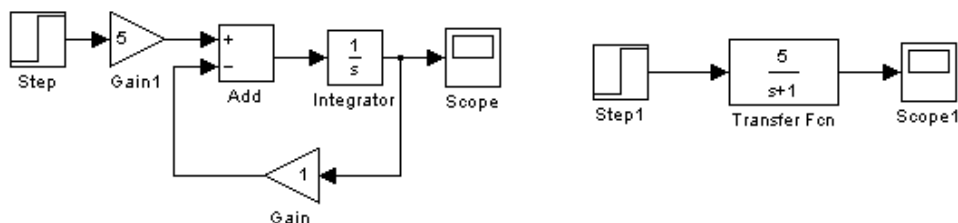

**Abbildung 5.1:** Sprungantwort
1. Der Plot in Abbildung 5.1 enthält die Systemantwort auf einen Einheitssprung bei  $t = 1$  s. Um welchen LZI-Systemtyp handelt es sich?
2. Wie kann der Verlauf aus Abbildung 5.1 in Simulink realisiert werden? Zeichnen Sie dazu das Blockschaltbild.